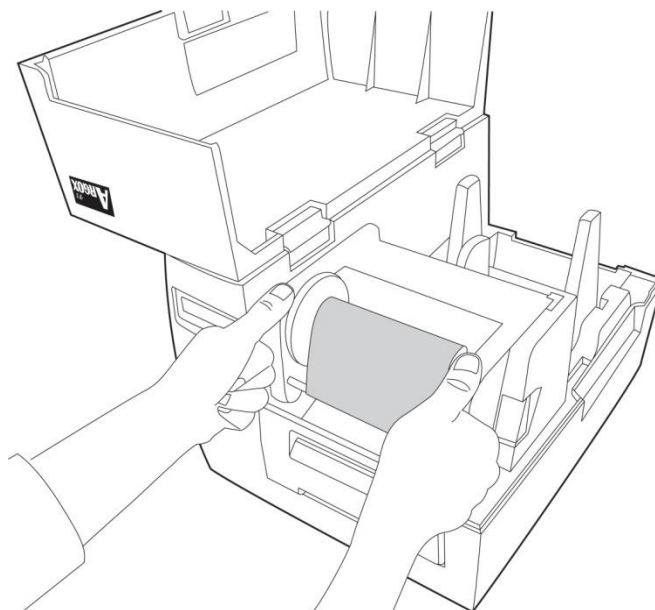

Figura 9
69. Pressione para baixo firmemente o módulo da cabeça de impressão em ambos os lados até ouvir um estalo (Figura 9).